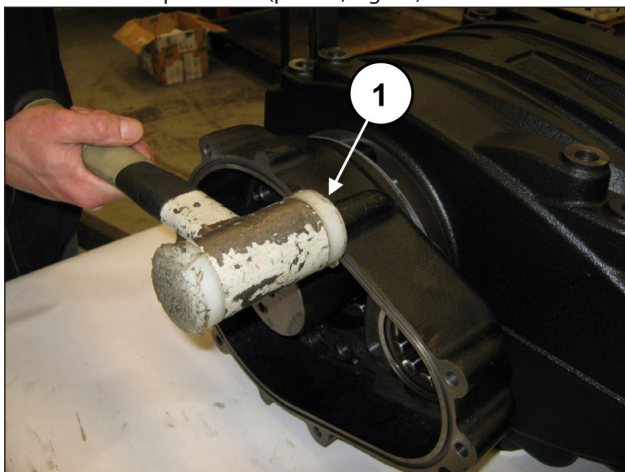

Fig. 63
Montar la caja del reductor (y la junta) utilizando una herramienta de percusión (pos. ①, Fig. 63).